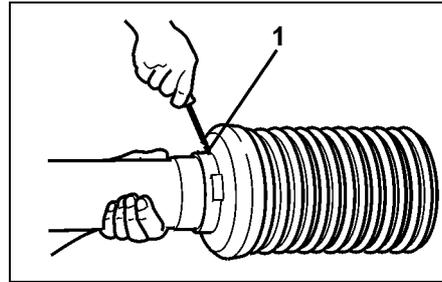

Fig. 35
1. Extraer el tornillo de fijación (Fig. 35/1).